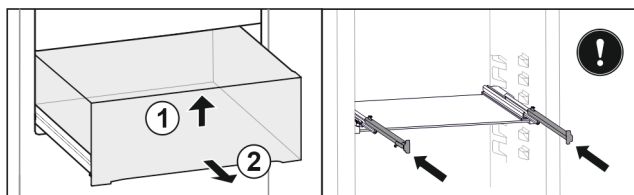

Fig. 89
- Soulever la partie avant du tiroir. Fig. 89 (1).
- Retirer le tiroir par l'avant. Fig. 89 (2)